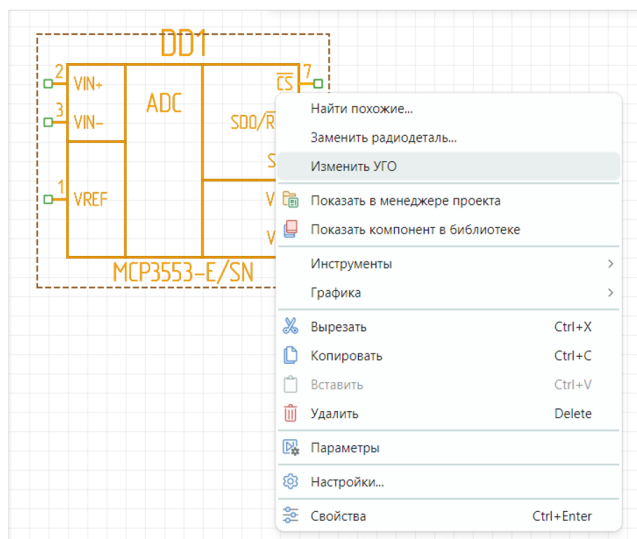

Рис. 37 Вызов функции редактирования УГО на схеме
1. Выберите на схеме УГО компонента, вызовите контекстное меню и выберите пункт «Изменить УГО», см. Рис. 37.